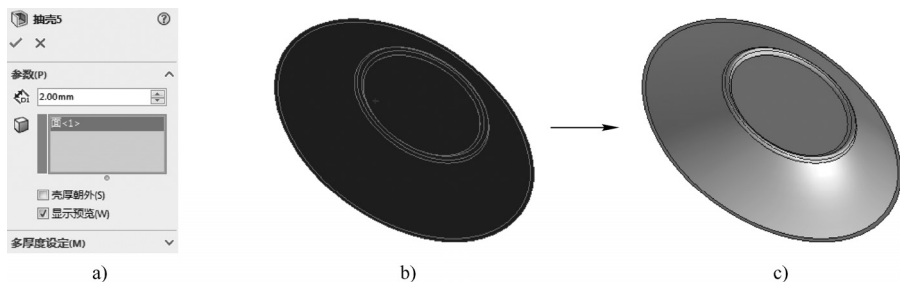

图 4-125 抽壳操作
STEP 2 单击“特征”工具栏中的“抽壳”按钮 (或选择“插入”>“特征”>“抽壳”菜单项),弹出“抽壳”属性管理器,设置抽壳厚度为“2mm”,并选择盘体底面作为抽壳排除的面,单击“确定”按钮进行有效抽壳,如图4-125所示。